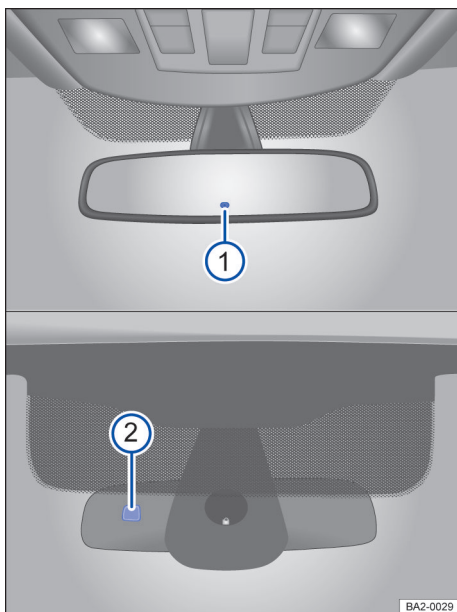

图 74 前风窗上：自动防眩目车内后视镜
打开点火开关后，传感器探测来自后方 → 图 74 ① 和来自前方 ② 的光线强度。